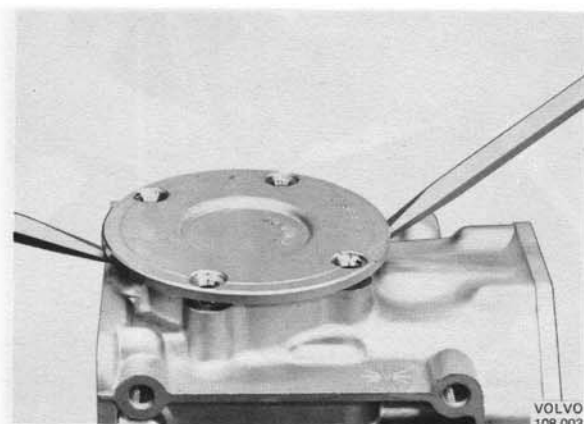

Abb. 60 Ausbau des hinteren Lagergehäuses
2. Die vier Befestigungsschrauben entfernen und das hintere Lagergehäuse gem. Abb. 60 mit Hilfe von zwei Schraubenziehern aus dem Kurbelgehäuse herausstemmen. Beim Herausstemmen darauf achten, daß sich das Lagergehäuse nicht verkantet.